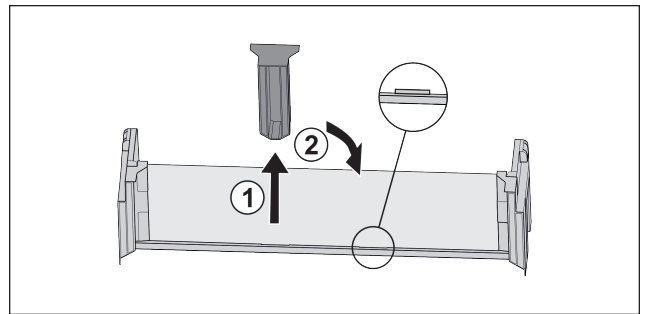

Fig. 54 *
- ▶ Mittleres Halteteil abziehen Fig. 54 (1).*
- ▶ Mittleres Halteteil auf zweiter Position einsetzen Fig. 54 (2).*